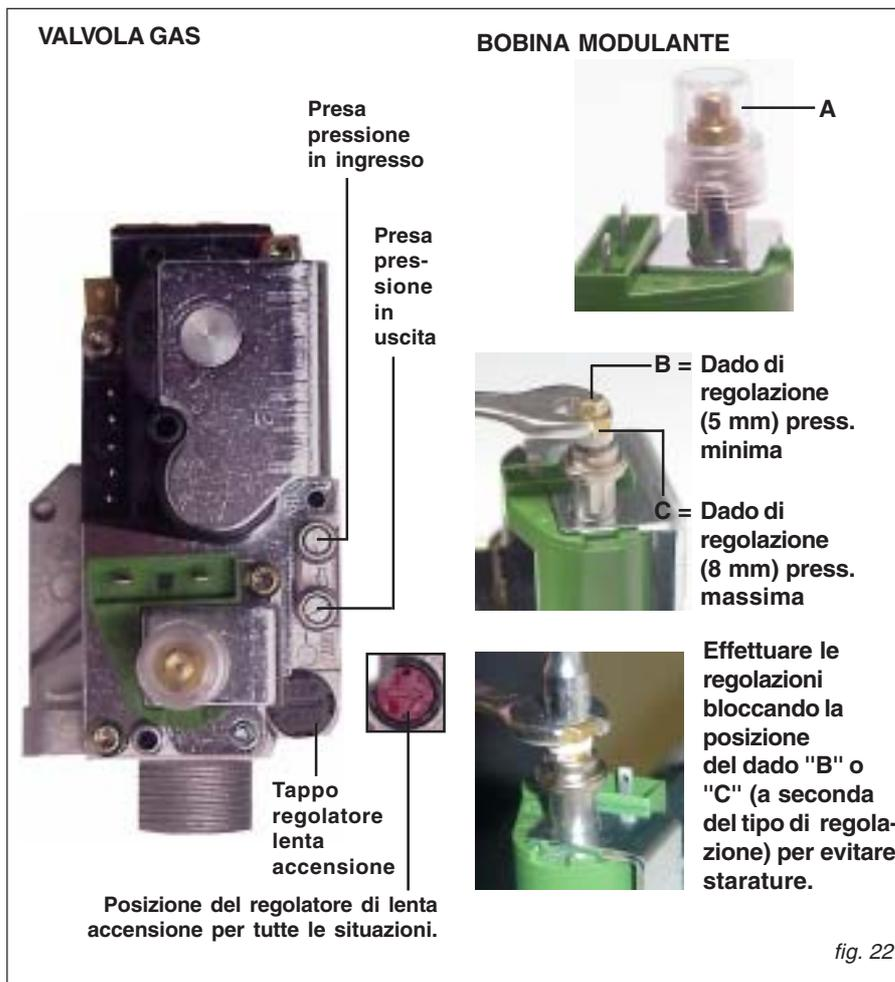

fig. 22
- Correggere eventualmente il valore tenendo bloccato il dado "C" con una chiave da 8 mm e girando il dado "B" con una chiave da 5 mm (fig. 22) in senso ORARIO per aumentare, in senso ANTIORARIO per diminuire.
- Correggere eventualmente il valore tenendo bloccato il dado "B" con una chiave da 5 mm e girando il dado "C" con una chiave da 8 mm (fig. 22) in senso ORARIO la pressione di uscita aumenta, girando in senso ANTIORARIO la pressione di uscita diminuisce.
- togliere il tappo "A" (fig. 22) sulla bobina della valvola gas ed avvitare a fondo il dado di regolazione "C" pressione max (fig. 22);
- fissare e sigillare il tappo "A" sulla bobina (fig. 22);
- togliere il tappo "A" (fig. 22) sulla bobina della valvola e procedere alla regolazione della potenza massima e potenza minima come descritto nel paragrafo 2.6 (A
- risigillare la vite "A" del coperchio del regolatore (fig. 22);